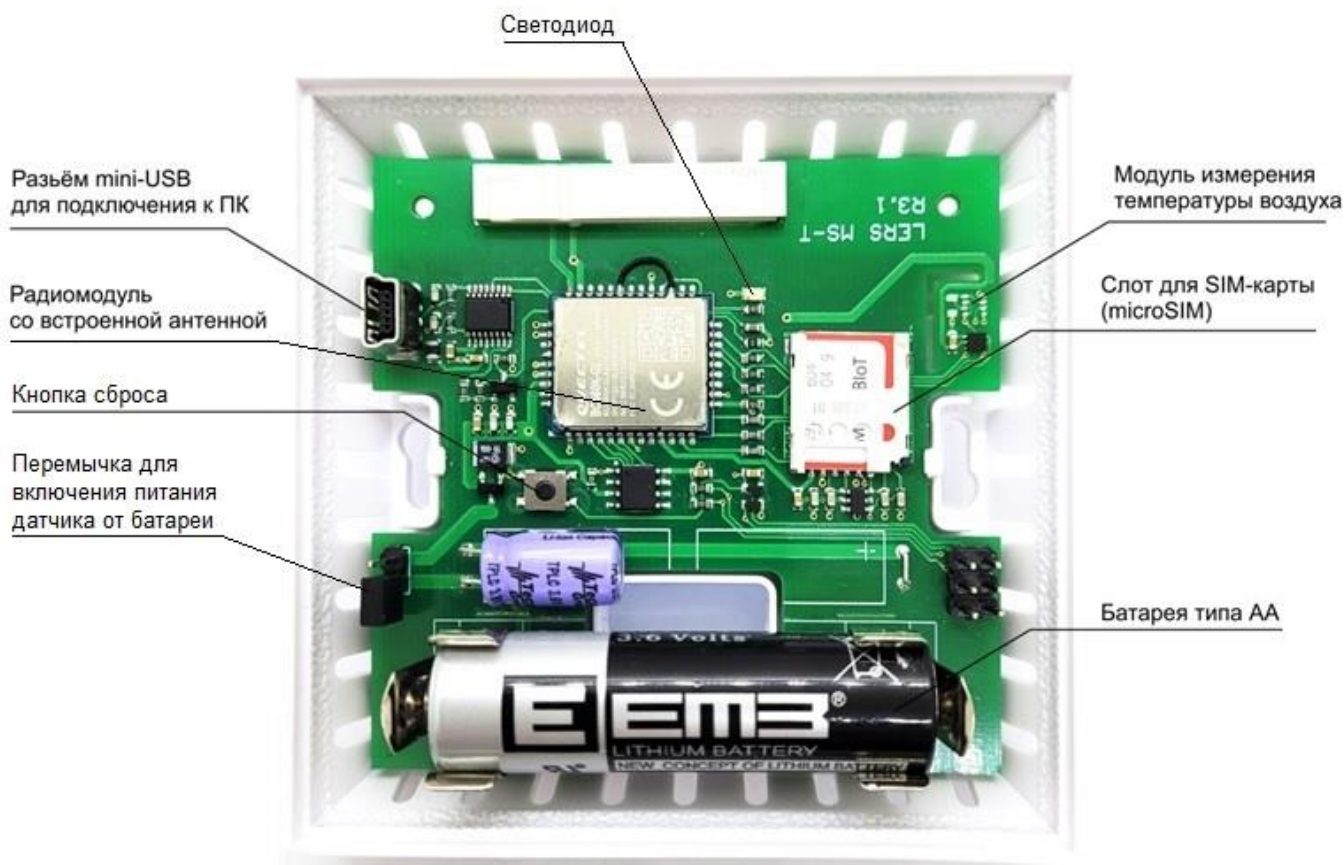

Рисунок 2 – Основная плата датчика ЛЭРС МС
1. Включить питание датчика от батареи, установив переключку (см. рисунок 2).